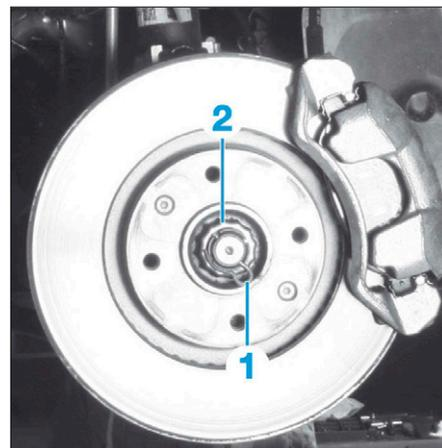

FIG. 28
- la goupille (1) (Fig.28),
- la cage (2).